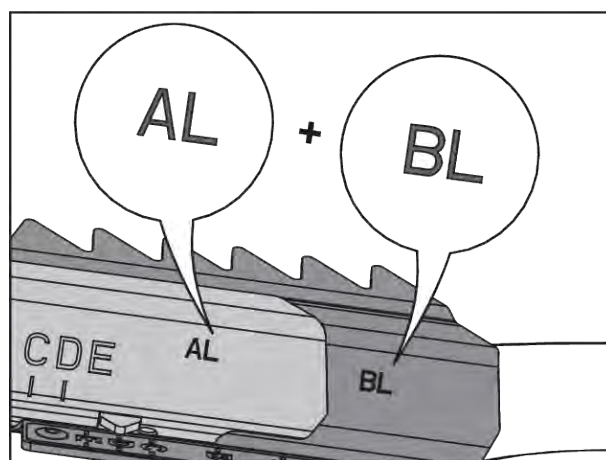

Fig. 77: Spredevingekombination
- Se Fig. 77 Spredevingekombination